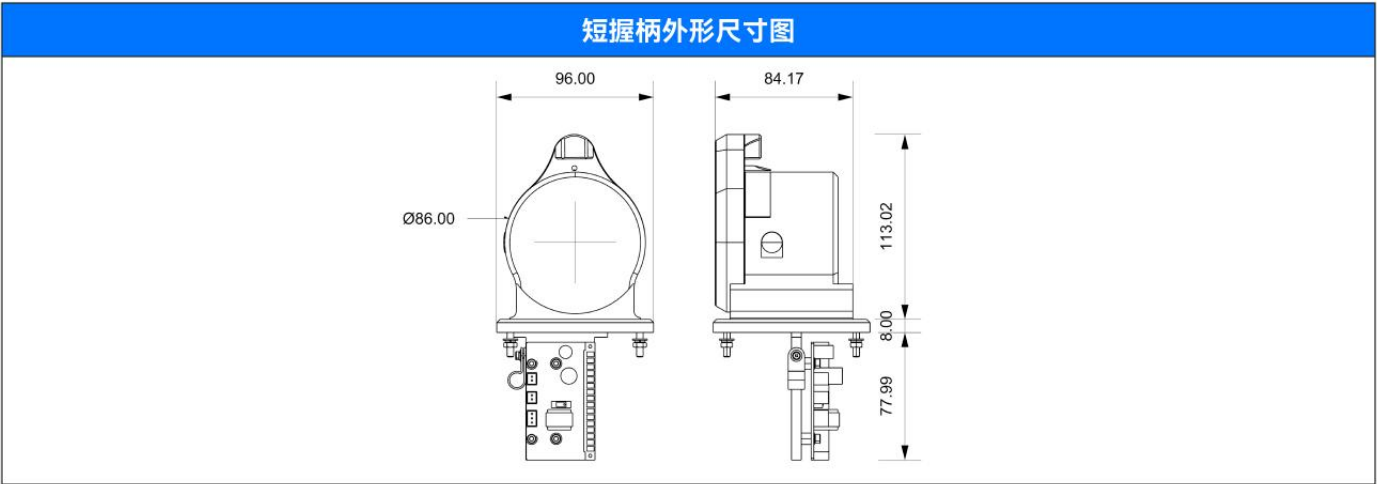

图2.2
- 短握柄：手柄握柄高度降低，其他尺寸不变；尺寸如图2.2所示。